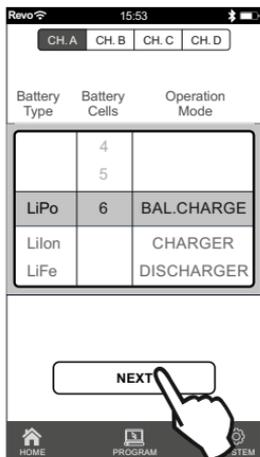

Figure 1
5. Wählen Sie Akkutyp, Zellenzahl und Lademethode. (Bild 1)